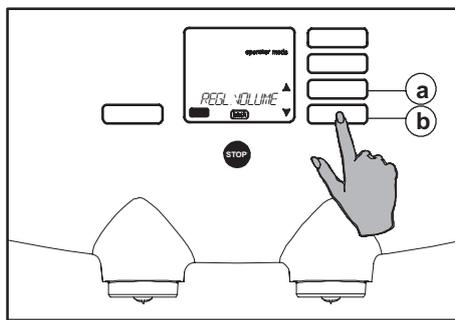

Fig. 69 Menu de sélection RÉGL. VOLUME
3. Utilisez les boutons de défilement \updownarrow (fig. 69 a ou b) jusqu'à ce que l'option "RÉGL. VOLUME" apparaisse à l'écran.